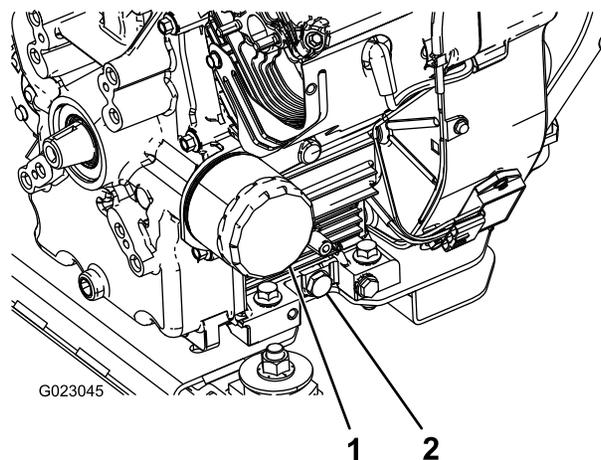

图 28
5. 拆下排油塞图 28。
2. 拆下机油滤芯图 28。
5. 将新机油滤芯装在机油滤芯安装座上。顺时针转动机油滤芯直至橡胶垫片接触到机油滤芯安装座然后将机油滤芯再旋入 1/2 圈图 28。